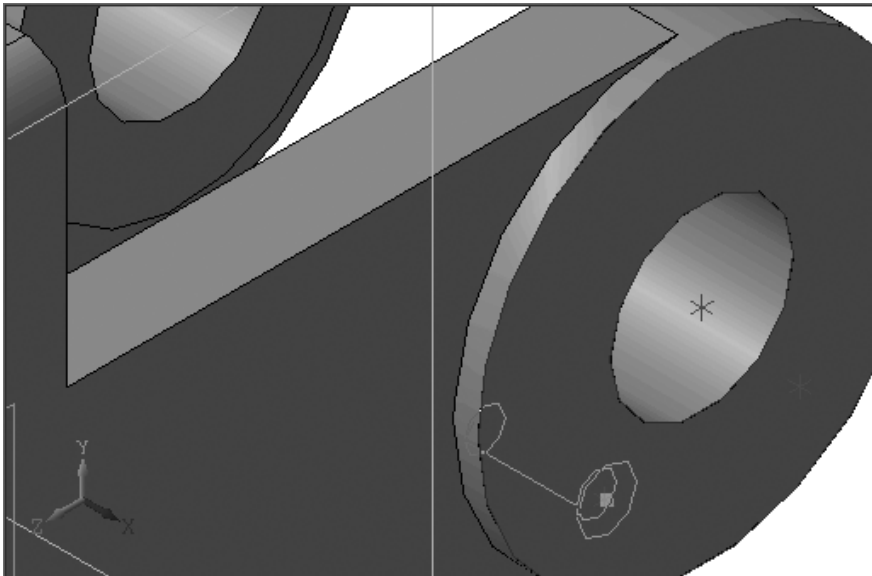

Рис. 3.78. Фантом отверстия под болт
- переместите указатель мыши в точку, на месте которой должно быть отверстие, под левый болт и, как только появится зеленая метка, щелкните мышью. Появится фантом отверстия (рис. 3.78);